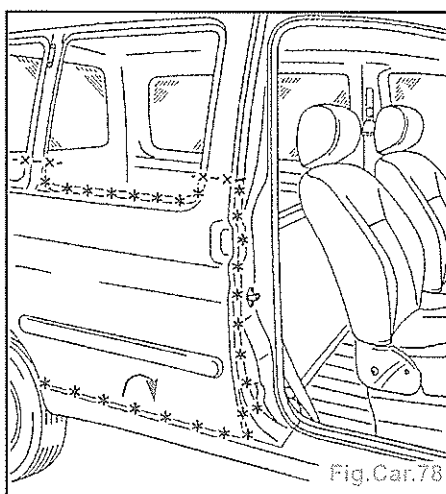

Fig.Car.78
- Tracer puis découper à l'aide d'une scie (Fig.Car.78).